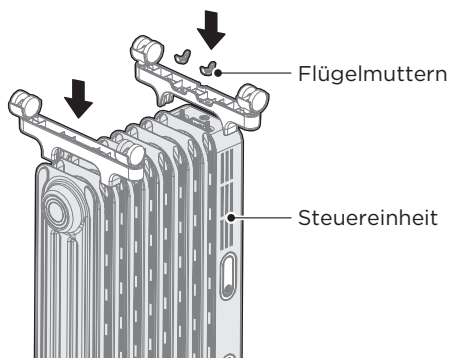

Abbildung 2
- 2 Drehen Sie die Heizung zunächst wie in Abbildung 2 und 3 dargestellt auf den Kopf, so dass die Unterseite nach oben zeigt. Richten Sie dann die beiden runden Befestigungslöcher eines Fußes mit den Schrauben an der Unterseite der Steuereinheit aus und setzen den Fuß auf das Gerät. Entfernen Sie das blaue Klebeband von den Füßen und befestigen Sie den Fuß mit den Flügelmuttern am Gerät. Befestigen Sie dann wie dargestellt den anderen Fuß in der ersten Wärmesenke.